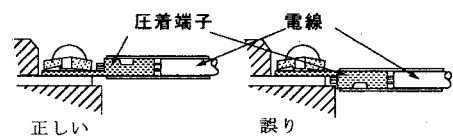

図3-5 圧着端子の取付
- a) 配線は既存の線を使うが、圧着端子の取り付け方向は、原則として図3-5のように圧着端子の筒部が上向きに取り付ける。